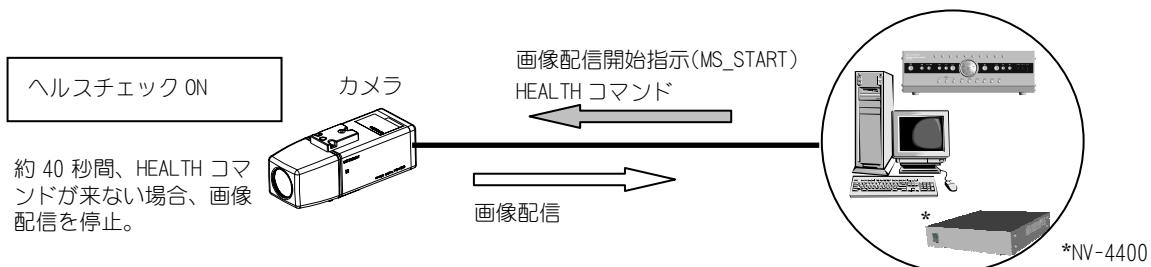

図 9-5 ヘルスチェック ON
- (1) ネットワークカメラは、図 9-5 に示す様に配信開始コマンド(MS_START)を受信すると、画像配信を開始します。
- (2) 以降、ネットワークカメラは HEALTH(ヘルス) コマンドを受信している間、画像配信を続けます。
- (3) ネットワークカメラは HEALTH コマンドが約 40 秒間送信されてこないと、画像配信を停止します。